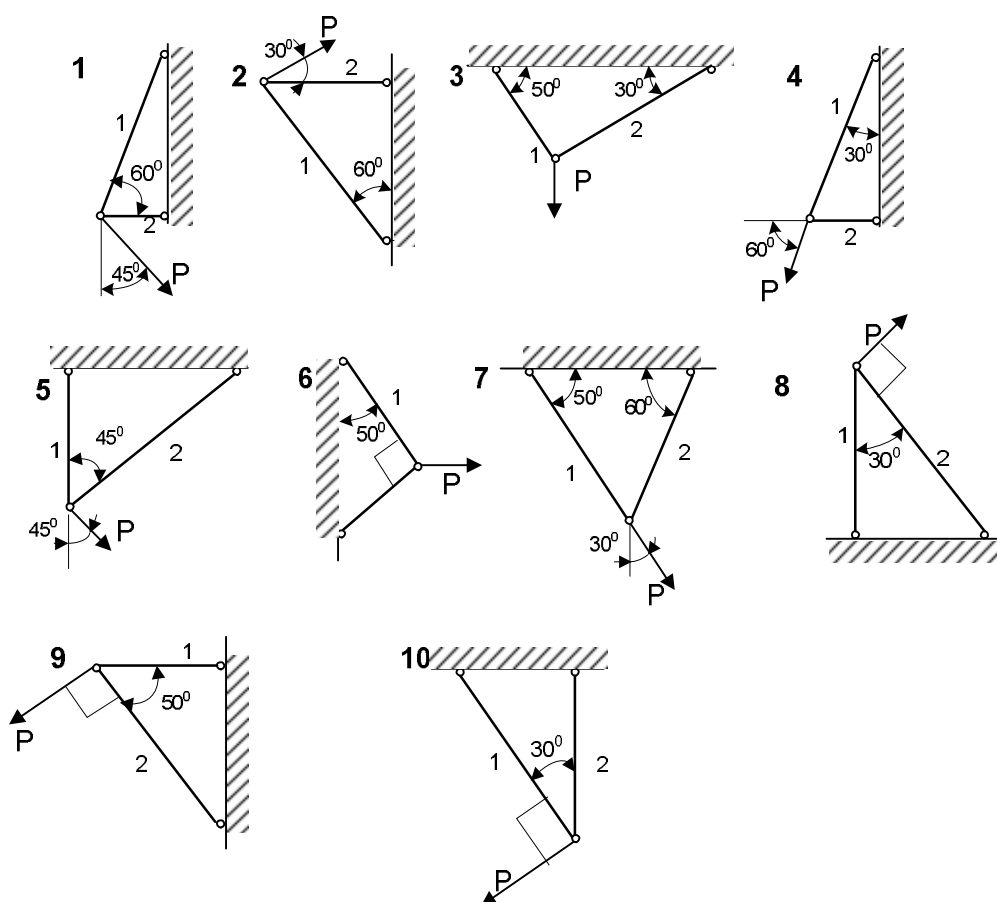

Рис.1. Стержневая система.
- 1) Для стержневой системы (рис.1) подобрать диаметры стержней из условия прочности и определить полное перемещение системы. Длина первого стержня $l_1 = a$, м